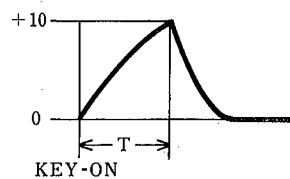

図3
KEY-ON (KTR (I-3)端子が $-7V$)した時、E (III-1)端子に図3が得られ、図3のTが $4 \pm 0.1mS$ になる様にVR8により調整する。
③次にTP8が $+3 \pm 0.05V$ になる様に、ATTACK TIME (PVR10)レバーをセットして、KEY-ONした時、図3のTが $125mS$ より長い時は、さらに長く、短かい時は、短くなる様にVR9により調整する。
再度、TP8を $+8 \pm 0.1V$ にして、図3のTが $4 \pm 0.1mS$ になる様にVR8により調整する。